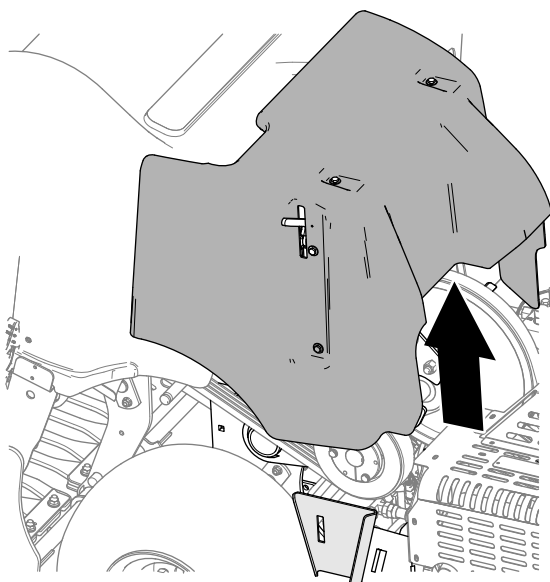

**Figure 142**
2. Soulevez le levier du verrou (Figure 142).